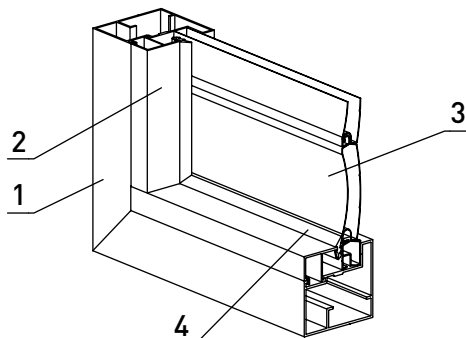

Рис. 19. Установка штапика **FLGU.400.0302**, **FLGU.400.0304** с уплотнителем **FRK39**
1. По контуру заполнения установить штапики **2** совместно с уплотнителем **4** (рис. 19).